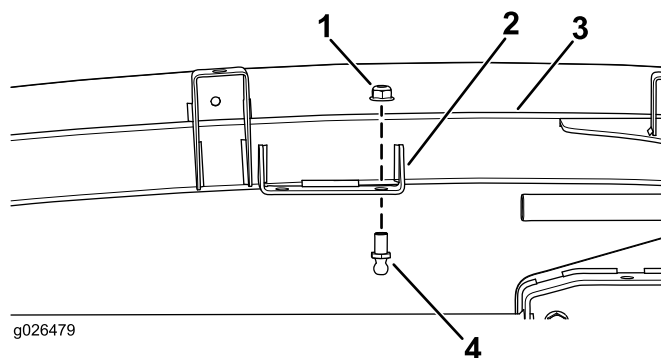

Рисунок 1
1. Вставьте шаровой палец в заднее отверстие кронштейна рамы кабины и установите контргайку (5/16 дюйма) на шаровой палец (Рисунок 1).